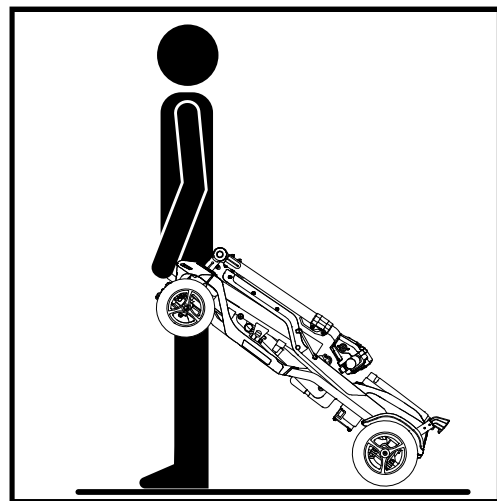

Figure 15. Transport
Pour transporter votre scooter plié (voir figure 15):
3. Examinez le fusible dans le porte-fusible. **Voir figure 15.** Si le fusible est soufflé, il faut le remplacer